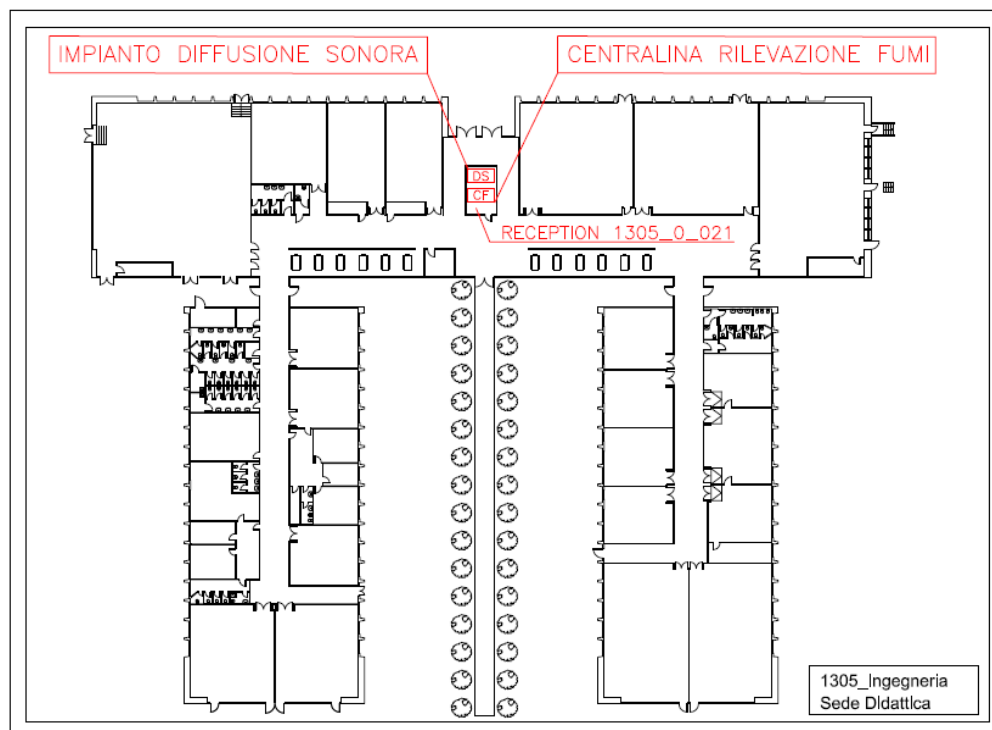
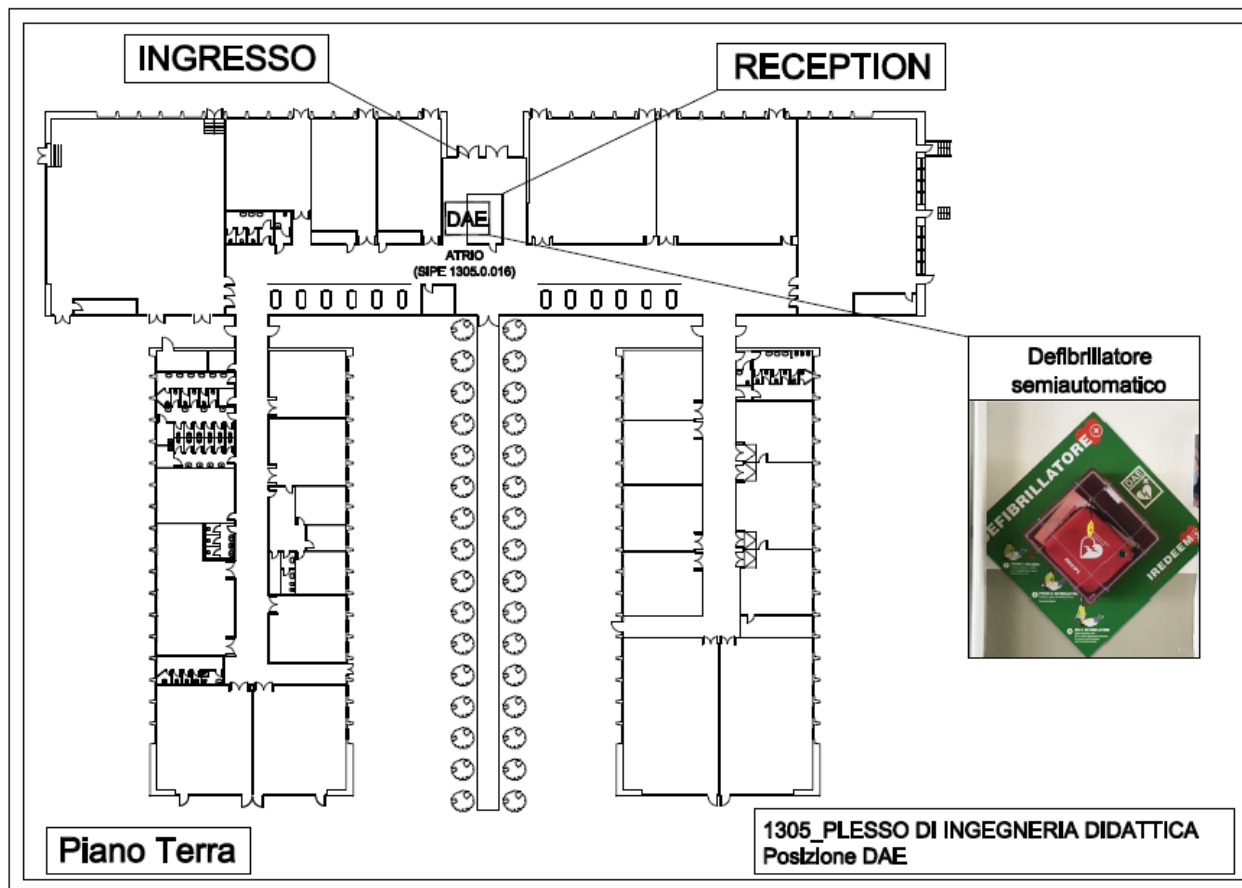

Figura 1 - Impianti gestione emergenze.
Figura 2. Ubicazione defibrillatore semiautomatico – Stralcio delle planimetrie di emergenza.
La struttura è dotata di un sistema di allarme automatico per la rilevazione e segnalazione di incendi. L'impianto è costituito da una centrale di comando ubicata nel locale tecnico (locale 1305\_0\_021, vedi p.to 3.3 – Figura 1), da rilevatori di fumo (nei locali previsti dalla norma), da pulsanti manuali e da targhe ottico/acustiche lungo i corridoi.
Per la gestione dell'evacuazione dell'edificio è presente un impianto sonoro di altoparlanti che emette il suono di una sirena comandato da una centralina posta all'interno della Reception (locale 1305\_0\_021, vedi p.to 3.3 – Figura 1), azionabile manualmente da una chiave.
- ordina l'evacuazione dell'edificio (**suono della sirena**) attivando la chiave della centralina posta nella reception (vedi p.to 3.3 – Figura 1);
- effettua la chiamata ai **Vigili del Fuoco (115)**;
- se necessario effettua la chiamata **all'autoambulanza (118)**;
- Si assicura che uno tra i presenti uscendo dai locali prenda con se il defibrillatore semiautomatico (vedi p.to 5 - Figura 2) portandolo all'esterno;
All'attivazione della centrale di comando il personale del Centro Operativo verifica la causa che ha dato origine all'allarme controllando nella centrale di comando stessa la zona in emergenza (vedi p.to 3.3 – Figura 1).
- **ordina l'evacuazione dell'Edificio (suono della sirena)** attivando la chiave della centralina posta nella reception (vedi p.to 3.3 – Figura 1);